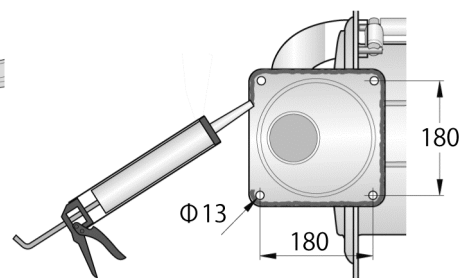

Fig. 3
- 6) 取付けの際は、取付スタンドのプレート裏面にコンパウンドを塗布して被取付面を密封し、洗浄水等の浸入を防止してください。(Fig. 3)